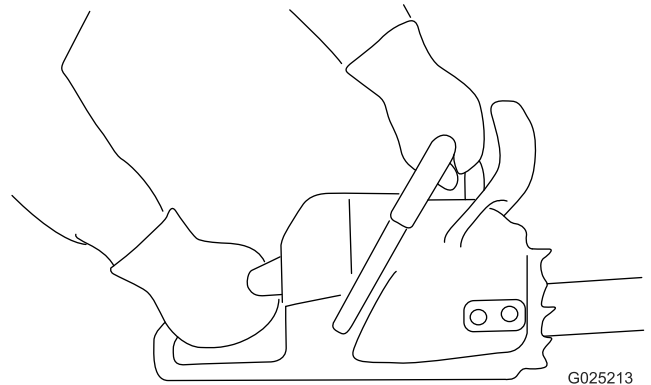

Figure 11
1. Saisissez la tronçonneuse à deux mains, comme montré à la (Figure 11).
2. Saisissez la tronçonneuse comme montré à la (Figure 11).
1. Saisissez la tronçonneuse comme montré à la (Figure 11).